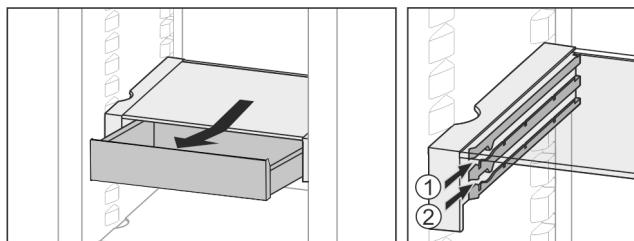

Fig. 60
- Inserire all'altezza desiderata Fig. 60 (1) o Fig. 60 (2).